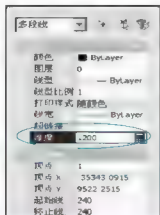
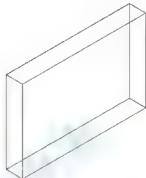

图 6.4 修改多段线的厚度
图 6.5 带有厚度属性的多段线
(2) 在命令行无任何命令的状态下选择该多段线，则出现两个蓝色夹点。
(3) 执行菜单栏中的【修改】|【特性】命令, 打开【对象特性管理器】对话框, 把该对话框中的【厚度】选项修改为“1200”并按 Enter 键确认, 如图 6.4 所示。
(4) 关闭对话框, 按 Esc 键取消夹点。
(5) 执行菜单栏中的【视图】|【三维视图】|【西南等轴测】命令来观察图形, 结果如图 6.5 所示。